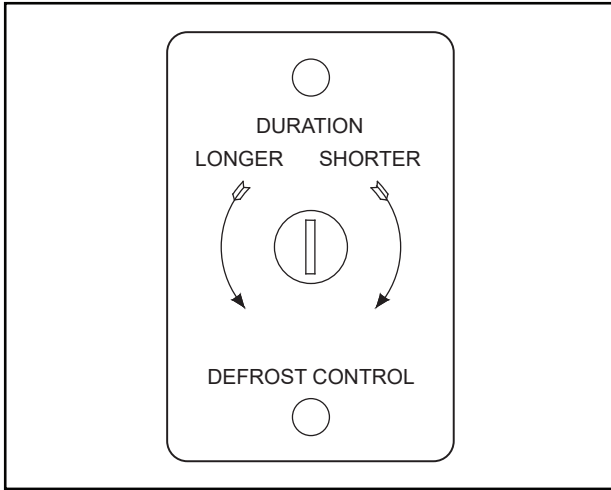
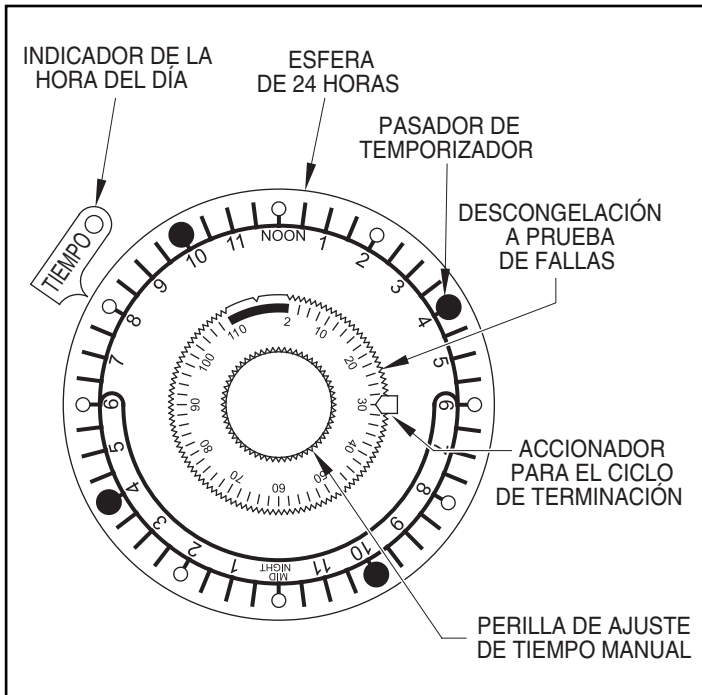

FIGURA 1: CONTROL DE DESCONGELACIÓN EN EL EXTREMO DERECHO DEL SERPENTÍN DEL EVAPORADOR (MODELOS MLT SOLAMENTE)
FIGURA 2: RELOJ DE TEMPORIZADOR DE DESCONGELACIÓN UBICADO EN TABLERO DE CONTROL ELÉCTRICO ENCIMA DE LA CÁMARA
- **LA FORMACIÓN DE GOTITAS DE HIELO EN EL TECHO** es una muestra de que el sistema se queda demasiado tiempo en descongelación después de despejar el hielo de las aletas del serpentín. Esto puede corregirse girando el tornillo de duración de descongelación hacia la posición “más corta” (Figura 1).
Si el congelador sigue estando en descongelación durante demasiado tiempo, se debe retirar el pasador de ajuste de descongelación del reloj temporizador (Figura 2). Repita si es necesario.
- **LA ACUMULACIÓN DE HIELO EN LA PARTE TRASERA DEL SERPENTÍN DEL EVAPORADOR** es señal de que el período de descongelación no es suficientemente largo. Gire el ajuste de duración hacia la posición “más larga” (Figura 1). Si se sigue acumulando hielo, se debe añadir un ajuste de acumulación al reloj temporizador (Figura 2).
3. No todos los congeladores son ajustables. Para averiguar si el suyo lo es, localice el control de descongelación (Figura 1) o pida ayuda.